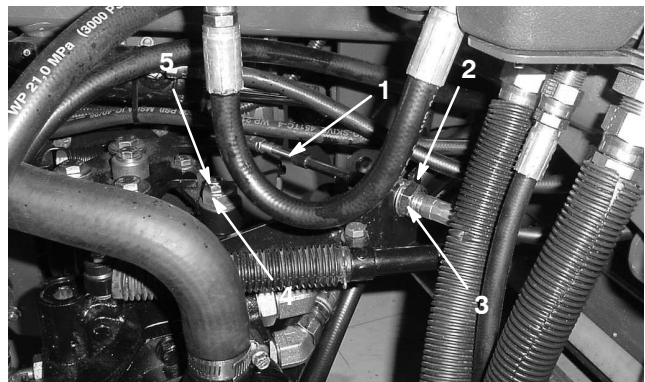

Bild 51
- A. Lösen Sie beide Klemmmuttern, mit denen der Fahrtriebs-Bowdenzug an der Trennwand am Hydrostat befestigt ist (Bild 51). Achten Sie darauf, dass die Klemmmuttern gleichmäßig gelockert sind und eine ausreichende Einstellung ermöglichen.
Hinweis: Lösen Sie die Mutter, mit der der Exzenter oben am Hydrostat befestigt ist (Bild 51).
- C. Drehen Sie den Ekzenter, bis kein Kriechen in jeder Richtung auftritt. Ziehen Sie, wenn sich das Rad nicht mehr dreht, die Schraube fest, um den Ekzenter und die Einstellung zu arretieren (Bild 51). Überprüfen Sie die Einstellung mit dem Gasbedienungshebel auf „Langsam“ und auf „Schnell“.
- D. Ziehen Sie die Sicherungsmuttern, mit denen der Bowdenzug an der Trennwand befestigt ist, **gleichmäßig** von der Innenseite der Trennwand fest (Bild 51). Verdrehen Sie nicht den Bowdenzug.